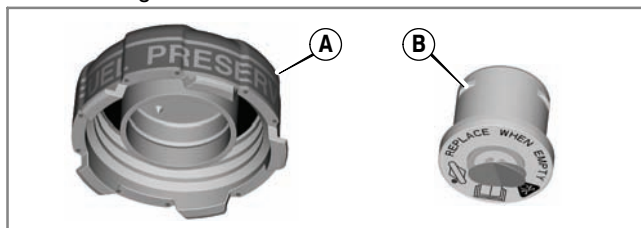

Figura 4
Alcuni motori sono equipaggiati con un tappo di tipo Fresh Start (A) (Figura 4). Il tappo Fresh Start è stato progettato per contenere una cartuccia (B), venduta separatamente, con all'interno l'additivo stabilizzante. Installare la cartuccia nel modo seguente: